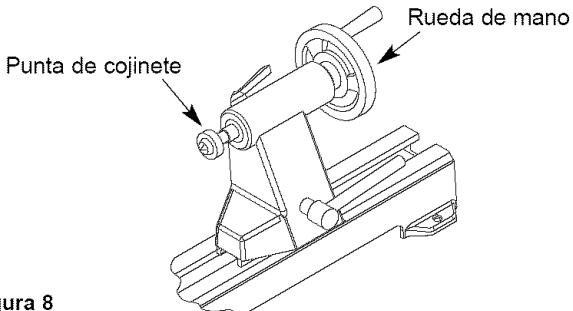

Figura 8
- Para remover la punta acopada del pisón del cabezal móvil, gire la rueda de mano en el sentido contrario a las manillas del reloj. Refiérase a la Figura 8.